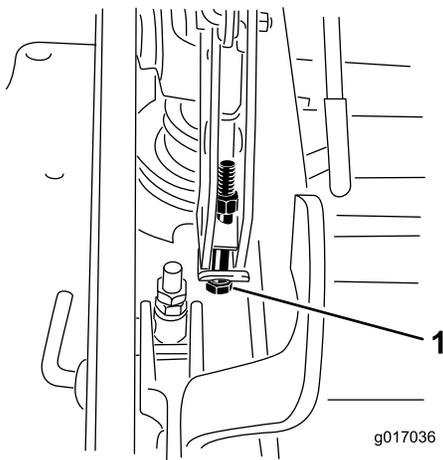

Figura 93
13. Si la carcasa está demasiado baja, apriete el perno del ajuste de un solo punto girándolo en el sentido de las agujas del reloj. Si la carcasa está demasiado alta, afloje el perno del ajuste de un solo punto girándolo en sentido antihorario (Figura 93).
14. Apriete los 2 pernos en el borde inferior de la pletina de altura de corte (Figura 93).